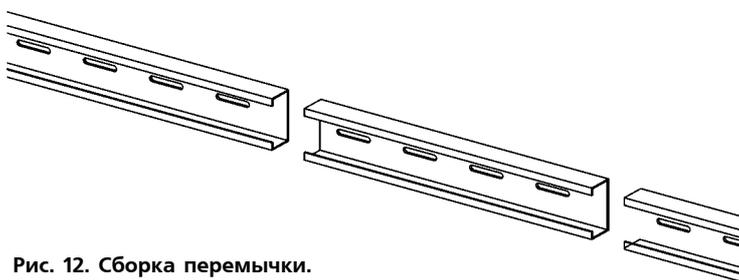

Рис. 12. Сборка перемычки.
3) Собрать перемычку из двух частей при помощи соединительной вставки и двух болтов М8х25, соединяя части "встык" (рис. 12), вставку установить внутрь частей перемычки внахлест
- 2) Собрать перемычку из двух частей, соединяя их при помощи соединительной вставки и двух болтов М8х25 (рис. 12).